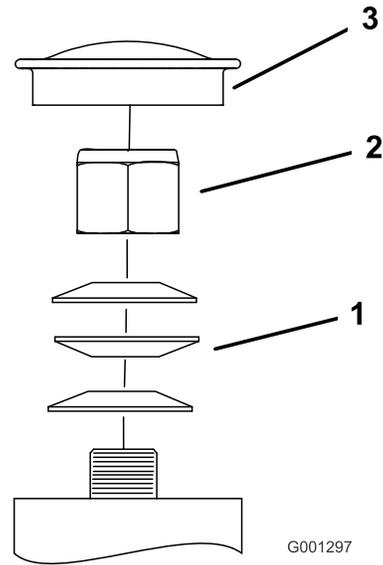

Figura 79
3. Retire el tapón guardapolvo de la rueda giratoria y apriete la contratuerca (Figura 79).
4. Apriete la contratuerca hasta que las arandelas de muelle estén planas, luego afloje la contratuerca  $\frac{1}{4}$  de vuelta para establecer la pre-carga correcta de los cojinetes (Figura 79).
**Importante:** Asegúrese de que las arandelas de muelle están correctamente instaladas, según se muestra en la Figura 79.
5. Coloque el tapón guardapolvo (Figura 79).